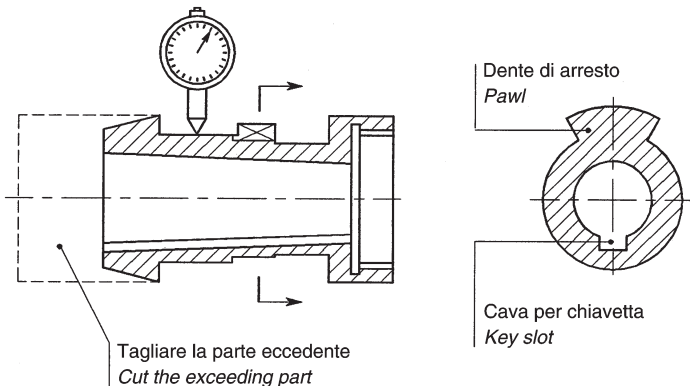

Fig. 11
7) ISTRUZIONI PER ESEGUIRE IL FORO CONICO NEL MOZZO - INSTRUCTIONS TO MAKE A TAPERED BORE IN THE PROPELLER HUB: Tagliare la cava della chiave dalla parte opposta al dente di arresto per non indebolire il dente stesso (Fig. 11).
Cut out the key slot on the side opposite the pawl so as not to weaken the same. (Fig. 11).